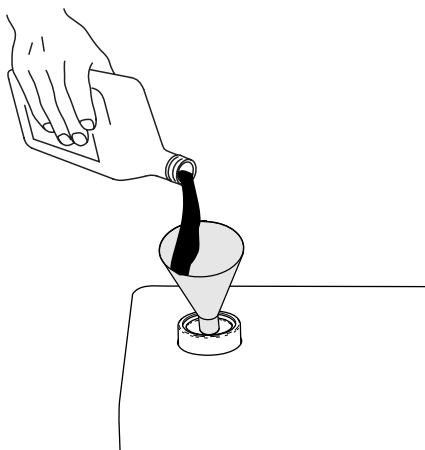

Figura 113
7. Se il livello del fluido è più basso del segno inferiore sull'asta, aggiungete il fluido idraulico specificato al serbatoio (Figura 113). Ripetete i passaggi da 4 a 6 fino a quando il livello del fluido non compare tra le 2 tacche sull'asta di livello.